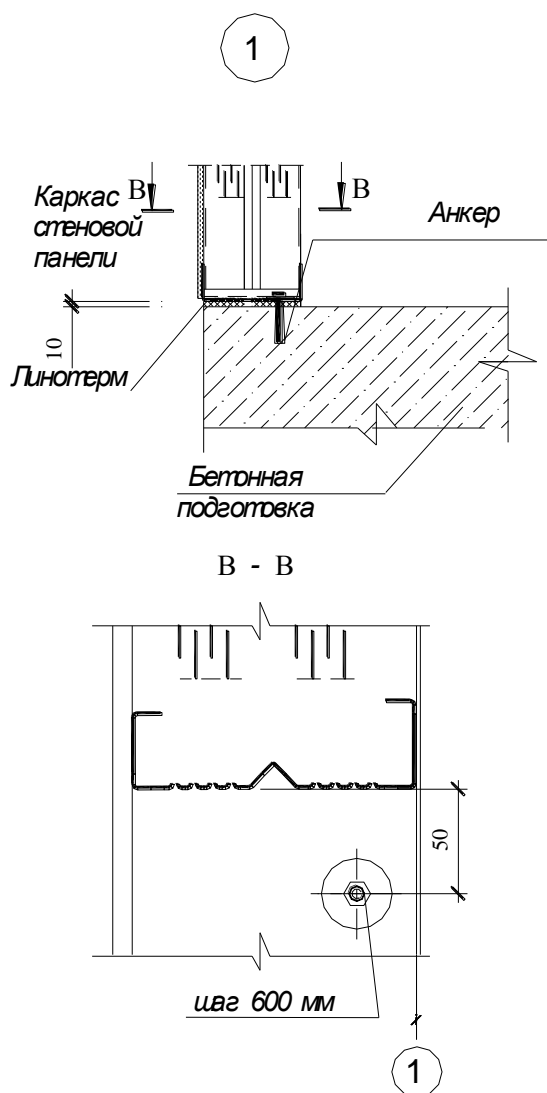

Рис.5
- Крепить панели к фундаменту саморазжимными анкерными болтами  $L=150$ ,  $D_{\min}=10$ , с шагом 600 мм возле каждой стойки в шахматном порядке через шайбу 30 мм (Рис.5).